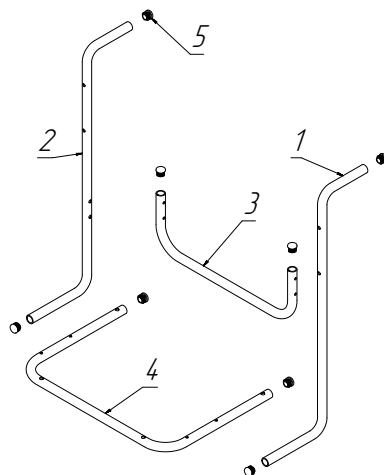

Рисунок 10.
Установите заглушки (5) в торцы ручки левой (1), ручки правой (2), трубы поперечной (3) и трубы нижней (4) так, чтобы не осталось щелей (рисунок 10).